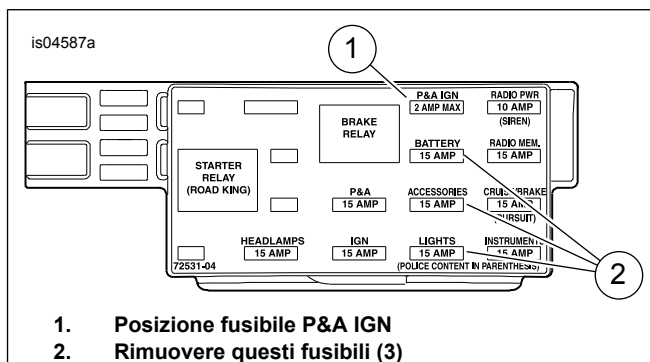

Figura 10. Cavità del fusibile P&A IGN (modelli Touring dal 2004 al 2007)
3. **Modelli 2004-2007:** vedere Figura 10. Individuare la cavità del fusibile contrassegnata con "P&A IGN", "2 A MAX" (1). Il terminale è presente su un solo lato di questa cavità. Estrarre i tre fusibili (2) attualmente installati in questa fila, prendendo nota della loro posizione.
2. Prendere dal kit il filo arancione/bianco dell'adattatore del pannello fusibili (11). Ad ogni estremità, prendere nota del terminale (vedere Figura 10, **parte superiore**). Solo il terminale **CON le linguette elastiche** è adatto alla cavità del fusibile. Tagliare con attenzione il terminale **SENZA** le linguette elastiche via dal filo ed eliminarlo.